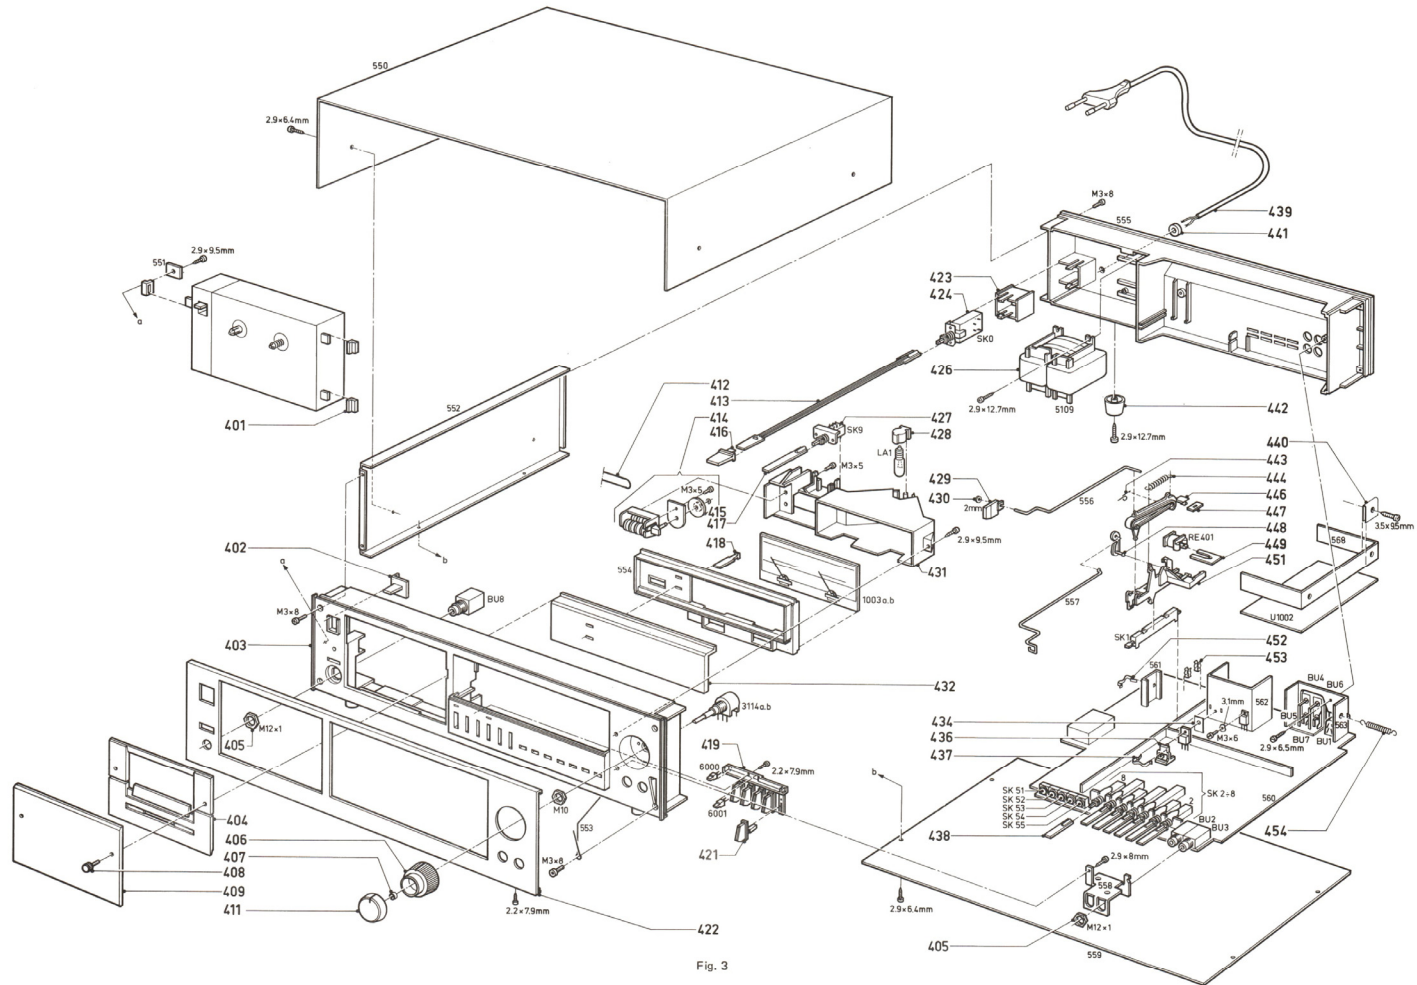

Fig. 3
In this recorder type an auto-stop switch has been mounted onto the mechanical counter (refer to Fig. 3, item no. 414).
While testing the tape-transport functions PLAY, WIND and REWIND, make sure the counter belt (refer to Fig. 3, item no. 412) has been placed and switch SK58 (Fig. 9) has been connected.
In dit type apparaat is een automatische stopschakelaar gemonteerd op de mechanische teller (pos. 414 in Fig. 3).
Zorg ervoor dat bij het testen van de loopwerkfuncties: Play, Wind en Rewind de tellersnaar (pos. 412 in Fig. 3) is aangebracht en schakelaar SK58 (Fig. 9) is aangesloten.
Ce type d'appareil contient un commutateur d'arrêt automatique monté sur le compteur mécanique (rep. 414 en Fig. 3). S'assurer que à l'essai des fonctions du mécanisme telles que: "Play", "Wind" et "Rewind", la courroie du compteur (rep. 412 en Fig. 3) et que le commutateur SK58 (Fig. 9) soit raccordé.
In diesem Gerätetyp ist am mechanischen Zählwerk (Pos. 414 in Bild 3) ein automatischer Stoppschalter eingebaut.
Es ist zu veranlassen, dass beim Prüfen der Laufwerkfunktionen PLAY, WIND und REWIND das Zählwerkseil (Pos. 412 in Bild 3) angebracht und Schalter SK58 (Bild 9) angeschlossen wird.
Questo tipo possiede un commutatore di arresto automatico montato sul contatore meccanico (pos. 414 alla Fig. 3).
Assicurarsi che alla prova delle funzioni meccaniche: "Play", "Wind" e "Rewind" la puleggia del contagiri (pos. 412 nella Fig. 3) è montata e il commutatore SK58 (Fig. 9) è collegato.